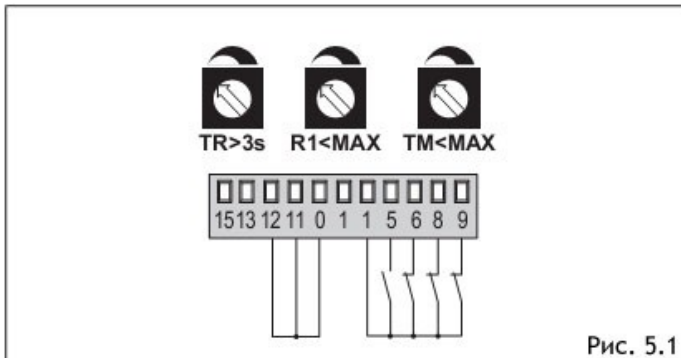

Рис. 5.1
- **Створки ворот останавливаются при достижении механических упоров или при обнаружении препятствия (Рис. 5.1)**